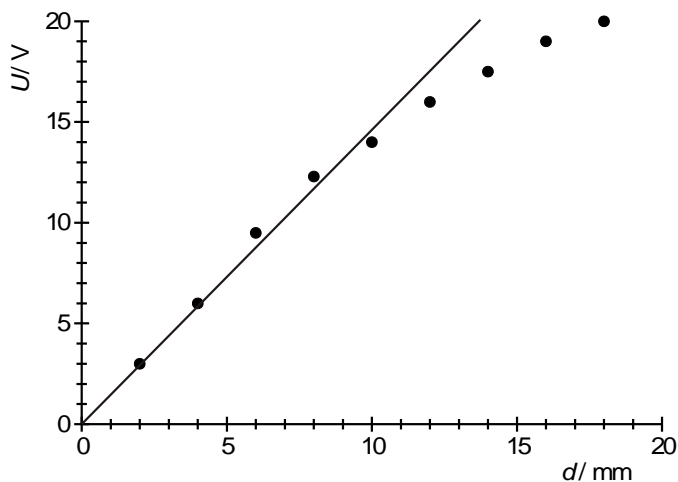

Fig. 3 Tensione U sul condensatore a piastre in funzione della distanza tra le piastre d .
- Riportare graficamente i valori misurati per la tensione U sul condensatore a piastre risultanti dalla Tab. 1 rispetto alle distanze piastre impostate d (Fig. 3).